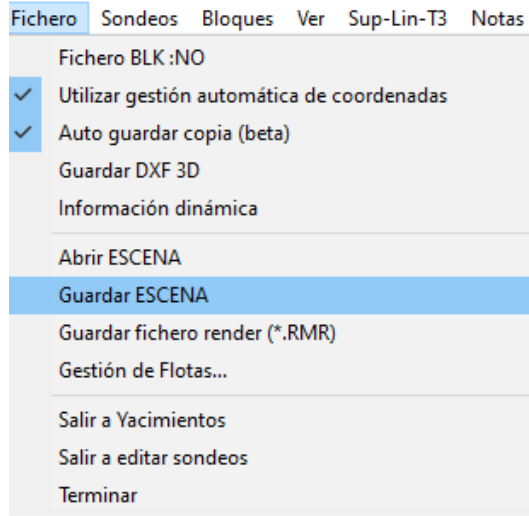

Figura 379. Guardar archivo.
52. En el menú superior, seleccionar el botón “Fichero” y dar clic en “Guardar escena”. Figura 379